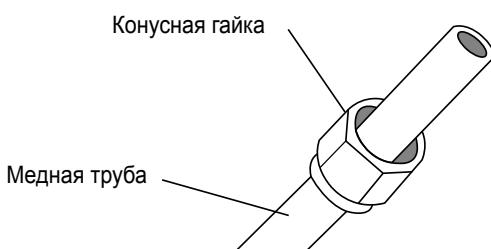

Рис. 7.6
- Наденьте конусные гайки на оба конца трубы. Гайки должны быть ориентированы в правильном направлении, поскольку после развалицовки гайки нельзя будет надеть или изменить их ориентацию (см. рис. 7.6).